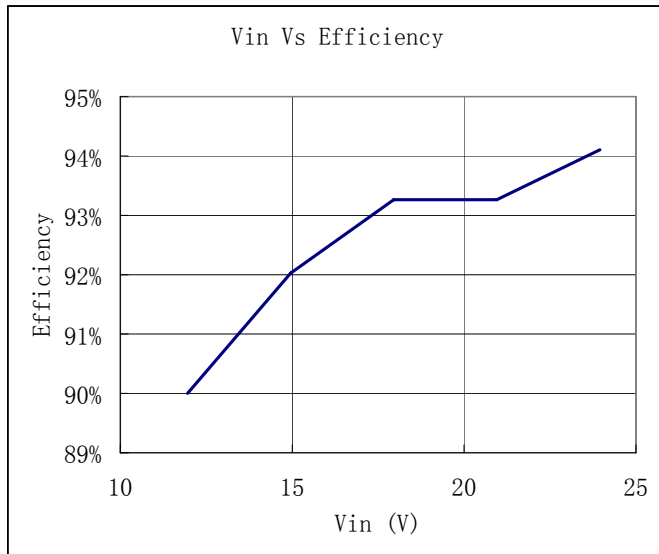

图 13. 当输出电流为 0.7A 输出功率为 30W 时，SLM2842S 的效率和输入电压的关系
2. 升压比要尽可能小，或者说输入电压要尽可能高，一般来说，升压比越小效率越高。下面图 13 是当输出电流为 0.7A 输出功率为 30 瓦时，SLM2842S 的效率和输入电压的关系。